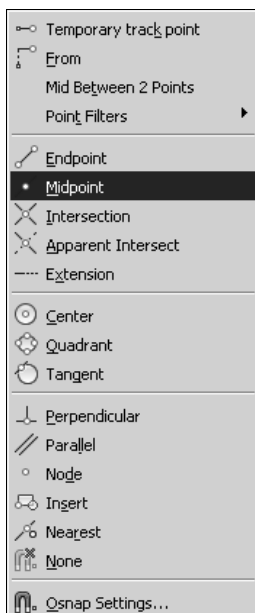

Рис. 3.7. Контекстное меню для выбора способа привязки к точкам объектов
- ◆ нажать клавишу <Shift> и, удерживая ее, нажать еще правую кнопку мыши, после чего из появившегося контекстного меню (рис. 3.7) выбрать нужный способ привязки;